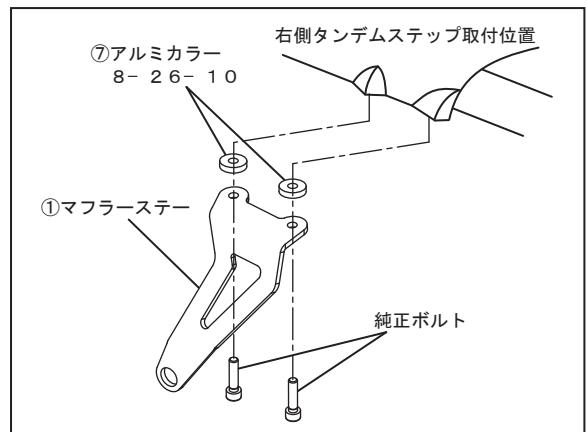

FIG. 2
4. 車両右側のタンデムステップ取り付け位置に、⑦アルミカラー8-26-10と純正ボルトを使用して、①マフラーステーを規定トルクで締め付けて下さい。（FIG. 2 参照）